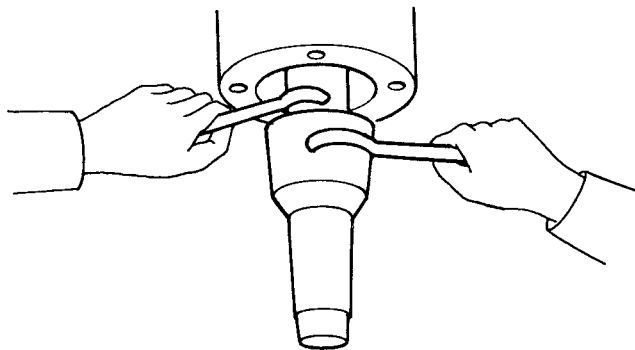

図1-2 ホーンの締付け
- ② フックスパナ2ケを用いて、図1-2と逆の方法で、切断用ホーンを外す。
- ③ ネジ部周辺をきれいに拭ってから、研磨用ホーンを同じ要領でとりつけ締め付ける。